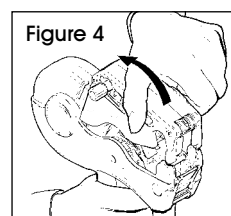

Figure 4
1. Tirez les verrous vers l'arrière et faites pivoter complètement le couvercle en position ouverte. Vous devriez entendre un déclic. (Voir Figure 4)